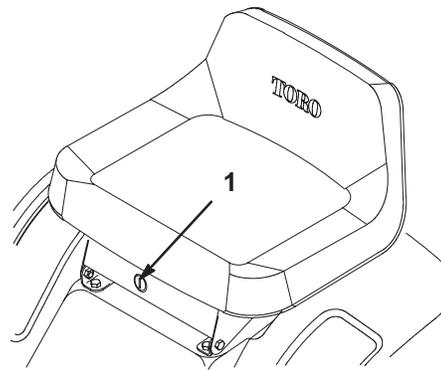

Bild 11
Wenn Sie im Rückwärtsgang den Zapfwellenantrieb benötigen, können Sie diesen KeyChoice-Schalter mit Hilfe des KeyChoice-Schlüsselschalters beim Sitzbügel deaktivieren (Bild 11).
2. Stecken Sie den KeyChoice-Schlüsselschalter in sein Schloss (Bild 11).